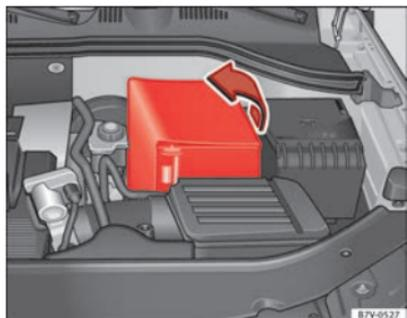

Abb. 177 Im Motorraum: Aufklappen der Manschette der Fahrzeugbatterie.
- Bei einer Manschette: Die Abdeckung zur Seite wegklappen ⇒ Abb. 177.